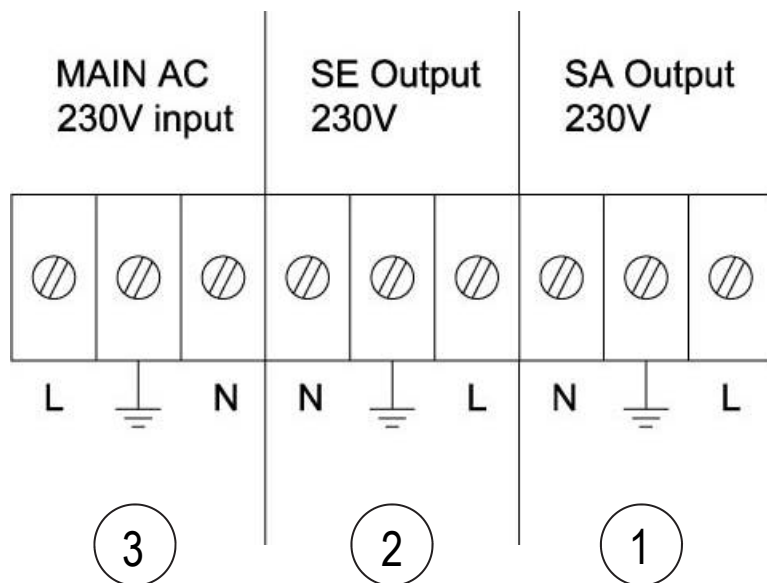

Fig.9: morsettiera per collegamenti di ingresso/uscita
Uscita vedi Fig.9
Per i collegamenti alla morsettiera, fare riferimento alla Fig.9, prestando particolare attenzione a rispettare la posizione di FASE (L) e NEUTRO (N)